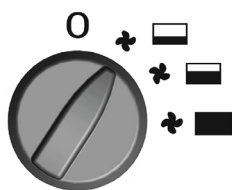

FIG. 1
- **Fig. 1** – Capacité minimale